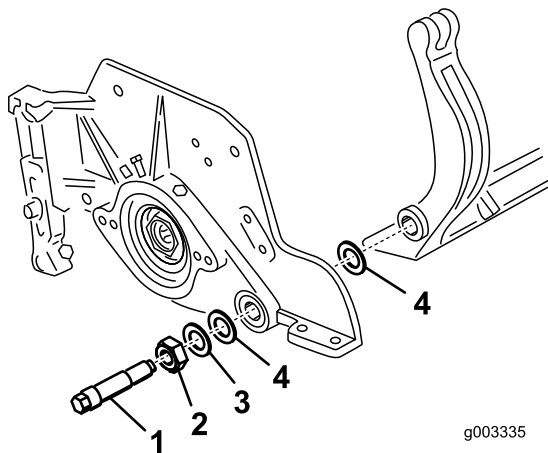

図 25
ベッドバーの両端にナイロンワッシャー2個とスチールワッシャー1個を配置する (図 25)。
3. サイドプレートのボスの両側にナイロンワッシャーを入れる。その外側からスチール製ワッシャーを取り付ける 図 25。